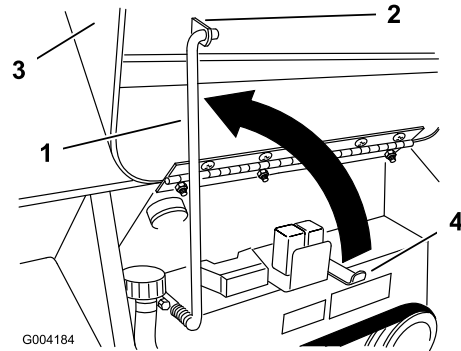

Figura 28
4. Suba la varilla de soporte y engánchela en el soporte del capó (Figura 28).